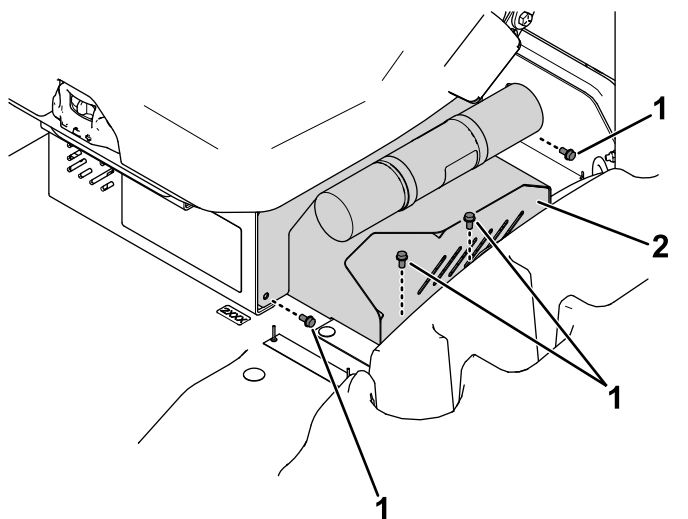

図 14
2. 充電器ケーブルのカバーを取り外す (図 14)。
3. 充電器ケーブルのカバーを取り付ける (図 14)。